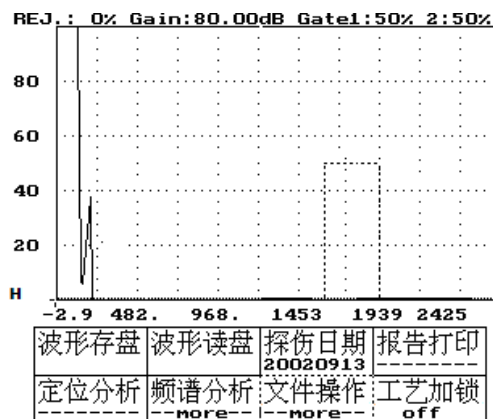

图 25-1
- 2、按方向键——将虚框移到文件操作，如图 25-1 所示。